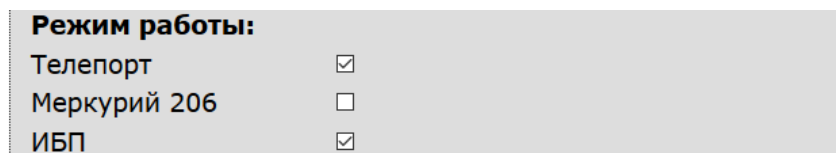

Рис.3.1. Выбор варианта использования RS-485 в WEB-интерфейсе
3.1. Прибор оснащен интерфейсами RS-485 и RS-232. Варианты использования интерфейсов зависят от настройки «Режим работы» на WEB-странице «Сетевые настройки» (рис.3.1). Характеристики этих вариантов указаны в табл.3.1.